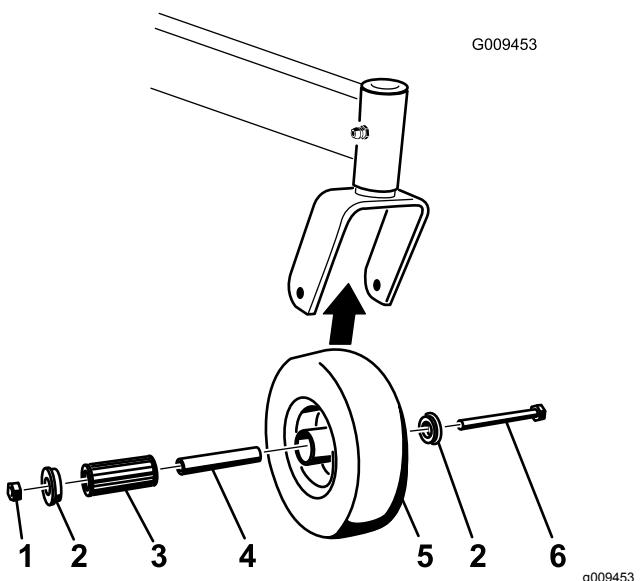

Figure 57
1. Enlevez le contre-écrou et le boulon de fixation de la roue pivotante à la chape (Figure 57).
2. Enlevez une bague, puis sortez la douille pour clé et le roulement à rouleaux du moyeu de roue (Figure 57).
3. Enlevez l'autre bague du moyeu, puis nettoyez la graisse et les saletés éventuellement présentent dans le moyeu (Figure 57).
Remarque: Remplacez les pièces endommagées ou usées (Figure 57).
5. Placez une bague dans le moyeu de roue (Figure 57).
6. Lubrifiez le roulement à rouleaux et la douille pour clé, et insérez-les dans le moyeu (Figure 57).
7. Mettez la deuxième bague dans le moyeu (Figure 57).
8. Montez la roue pivotante dans la chape à l'aide du boulon et du contre-écrou (Figure 57).
9. Serrez le contre-écrou jusqu'à ce que la base de la douille pour clé soit en appui contre l'intérieur de la chape (Figure 57).